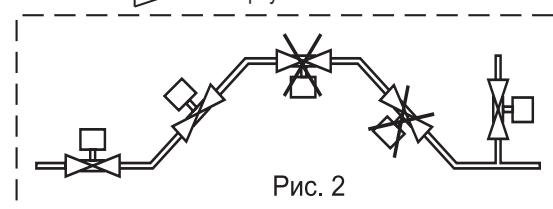

Рис. 2
4.2.5 Произведите монтаж клапана на трубопровод в соответствии с рекомендацией по расположению клапана на трубопроводе (рис. 2). Не допускается расположение устройства ручного ввода ниже продольной оси клапана.